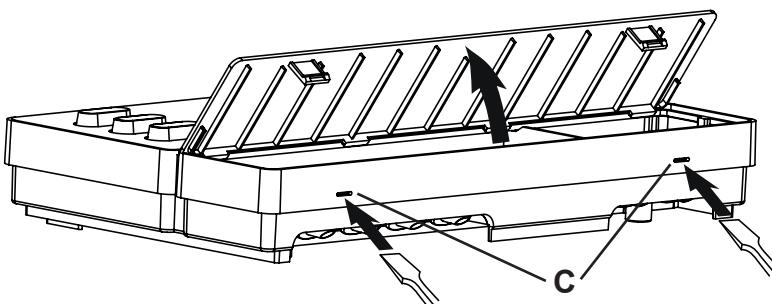

Fig. 2 Retrait du couvercle du boîtier
- Appuyez légèrement dans les fermetures à déclic **C** avec un tournevis et retirez le couvercle du boîtier (voir **Fig. 2**).